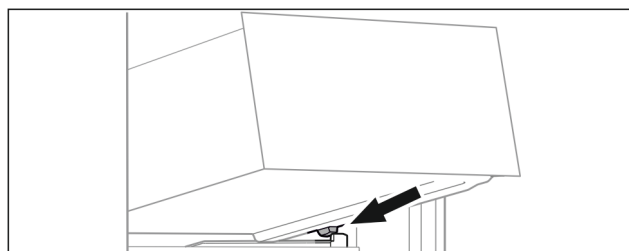

Fig. 67
- ▶ 将抽屉斜放在容器肋梁上的止动器后面。〔参见 Fig. 67〕